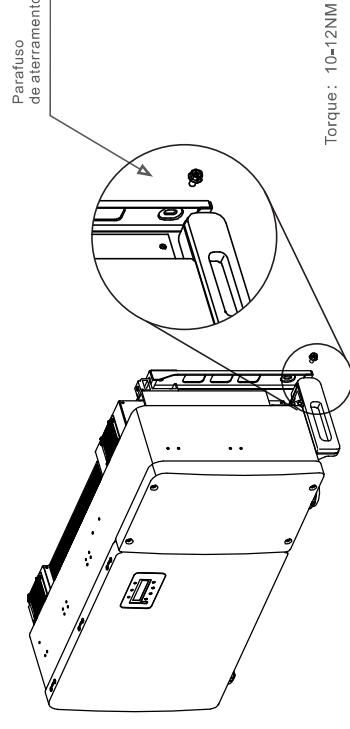

Figura 3.19 Cabo fixo
- 6) Conecte o cabo de aterramento ao ponto de aterramento no dissipador de calor e aperte o parafuso de aterramento. O torque é de 10 a 12 Nm (consulte a Figura 3.19).